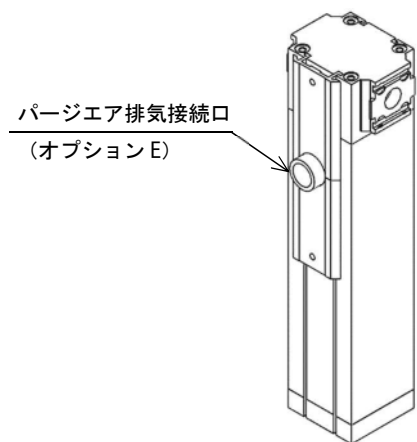

図 5
- 5) NSU-3S、3L シリーズのオプション「E」の場合、排気エアの配管は内径 8mm 以上のホース又は配管材を使用し、長さは 3m 以内としてください。(図 5 参照)
- 6) NSU-4S、4L シリーズのオプション「E」の場合、排気エアの配管は内径 8.9mm 以上のホース又は配管材を使用し、長さは 2m 以内としてください。(図 5 参照)